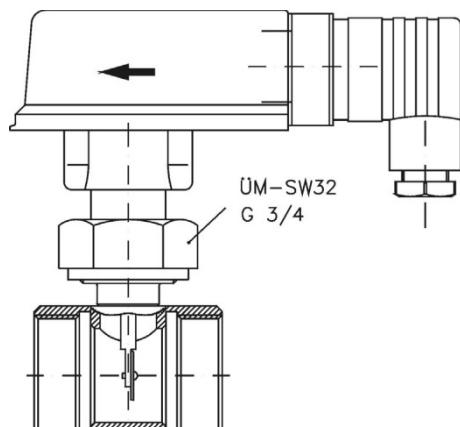

Abb. 5
- ☞ Strömungsschalter, die optional mit Kupfer-Rohrstück (→ Abb. 5) ausgestattet sind, müssen Sie mit der Rohrleitung verlöten. Während des Lötzens ist der Strömungsschalter und der O-Ring vom Rohrstück zu demontieren.